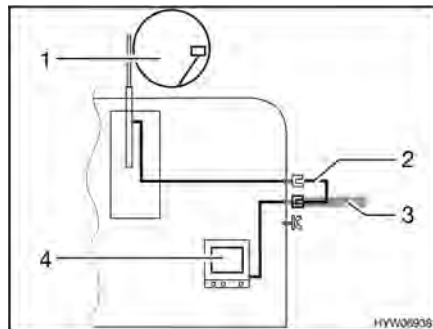

Fig. 148 TV nel veicolo
- TV nel veicolo (Fig. 148,4): Collegamento all'antenna del tetto (Fig. 148,1) con cavo di collegamento (Fig. 148,2)
- TV nel veicolo (Fig. 148,4): Collegamento a antenna esterna (Fig. 148,3)